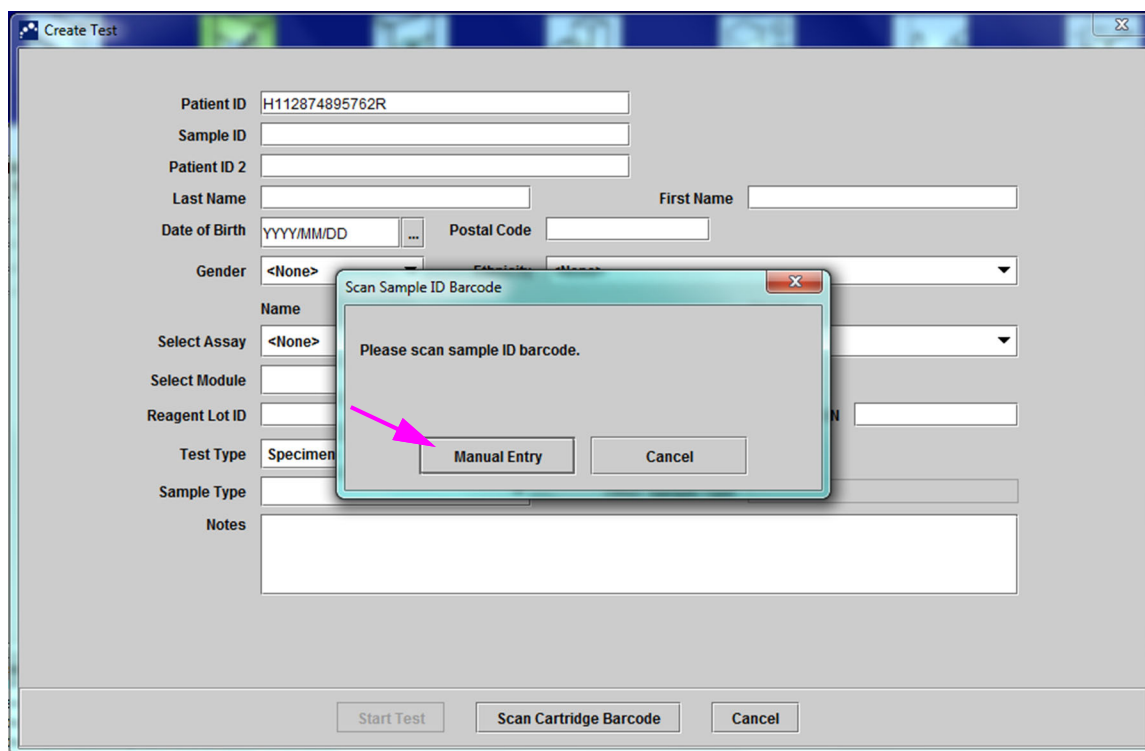

Figura 5-20. Fereastra Creare test și caseta de dialog Scanare cod de bare cu ID probă
2. Scanați codul de bare cu ID-ul pacientului folosind scannerul de coduri de bare furnizat. Consultați Secțiunea 5.5. Apare caseta de dialog **Scanare ID probă (Scan Sample ID)**. Consultați Figura 5-20.